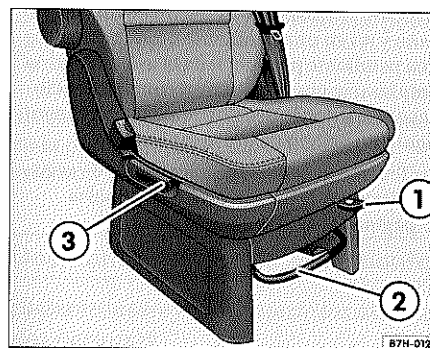

Fig. 56 Mandos en la parte delantera del asiento individual
- Palanca de desbloqueo ⇒ fig. 56 ①²⁷⁾ para girar el asiento.
- Estribo de desbloqueo ② para desplazar el asiento.